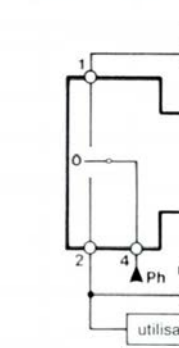

fig. 6 - commutateur avec position arrêt.
- commutateur à trois positions dont une position arrêt total. Raccordement (fig. 6).